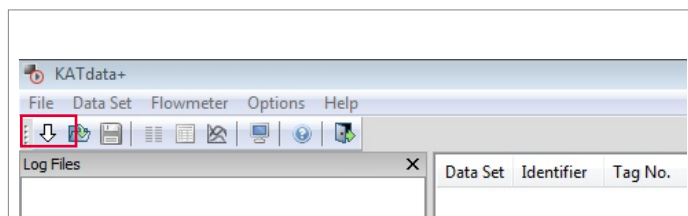

Рис. 2. Содержание меню-полосы программы KATdata+
- Нажмите в программном окне KATdata+ на белую стрелку, указывающую вниз (рис. 2), чтобы начать передачу данных.